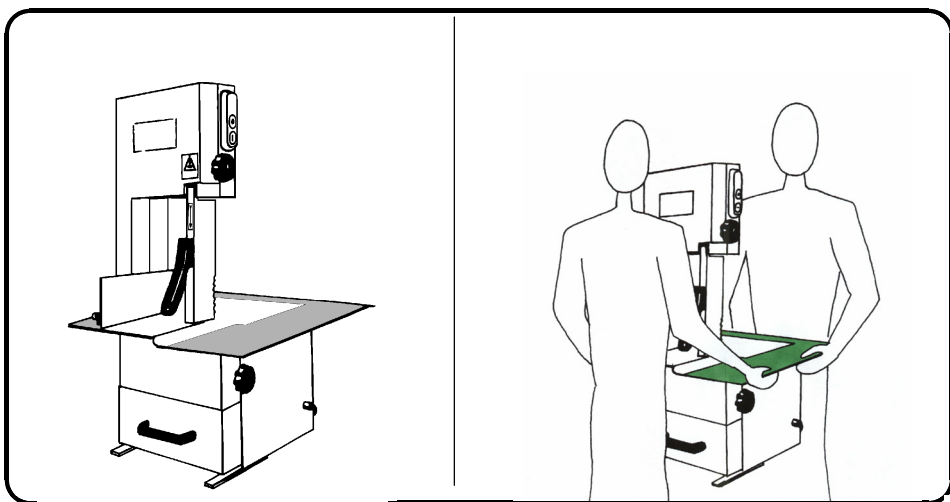

Fig. 3.3.1
- Movimentare la macchina almeno in due persone prendendola dal piano di lavoro (Fig. 3.3.1) in quanto essa ha una massa di 43 kg.